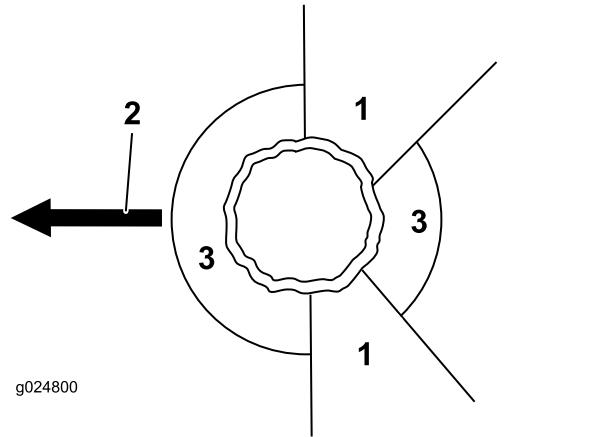

Bild 15
2. Legen Sie einen eindeutigen, sicheren Rückzugsweg aus der Gefahrenzone fest, siehe Bild 15.